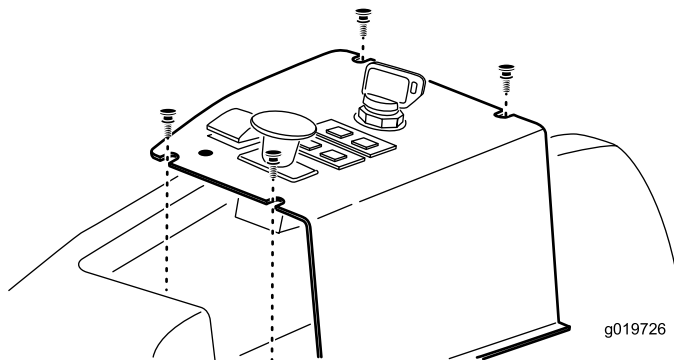

Figura 14
1. Retire los tornillos que sujetan el panel de control. Retire la tapa del panel de control (Figura 14).